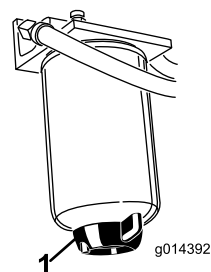

Figure 38
Vidangez chaque jour l'eau ou autres impuretés qui se trouvent dans le séparateur d'eau (Figure 38). Remplacez la cartouche du filtre toutes les 400 heures de fonctionnement.
- Dévissez le bouchon de vidange en bas de la cartouche du filtre (Figure 38).